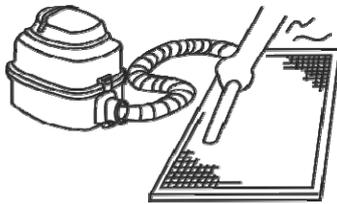

Abb. 6-2
- Die Innenluft sollte nach oben wandern, wenn Sie einen Staubsauger verwenden (siehe Abb. 6-2).